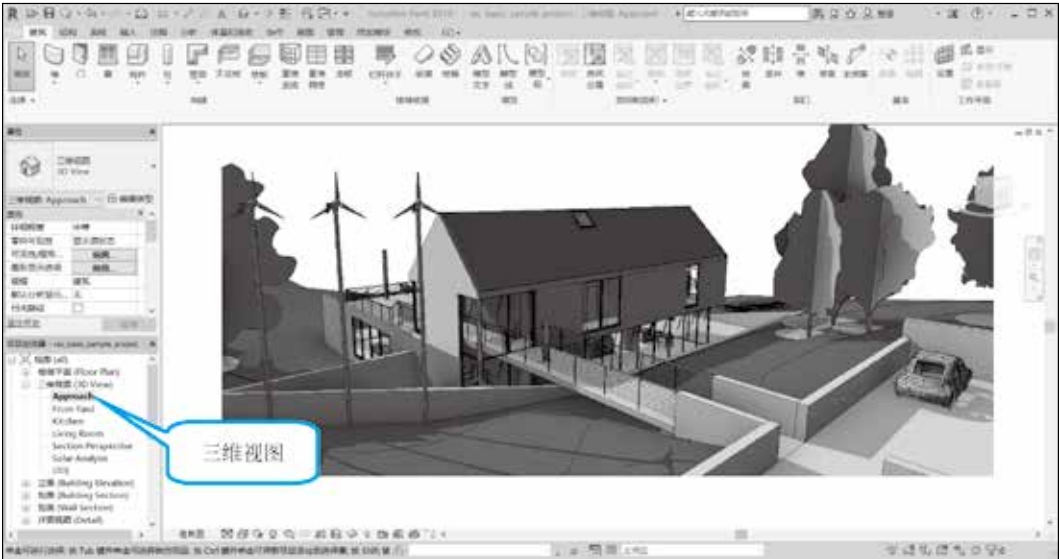

图 1.1.5 项目浏览器
(4) 单击左下角的“项目浏览器”，双击“三维视图”→ Approach，工作区中将显示建筑的三维视图，如图 1.1.5 所示。